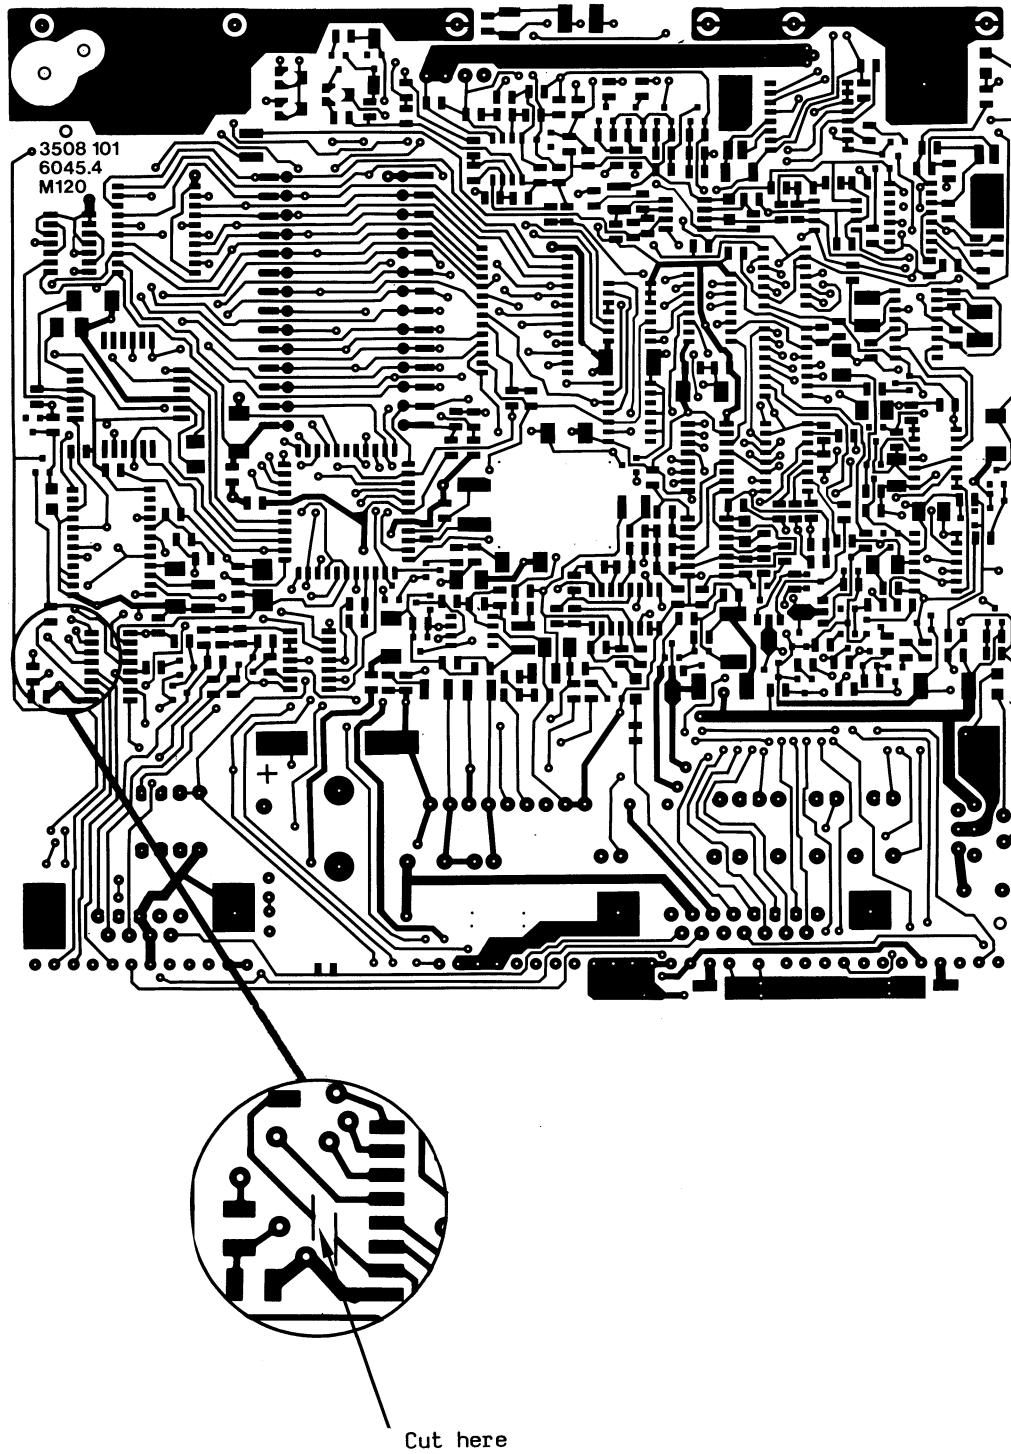

Fig. 1
1. Kredsløbet fra IC213, pin 7, skal skæres, som vist på fig. 1.
1. The printed wire from IC213, pin 7 has to be cut, as shown on fig. 1.